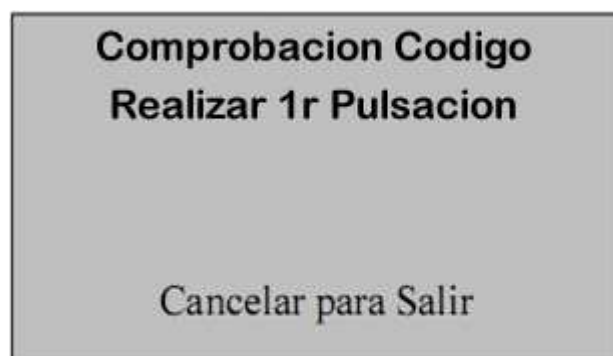

Fig. 2
- Pulsar . No display surge: “**Realizar 1ª pulsación**” (fig.2)